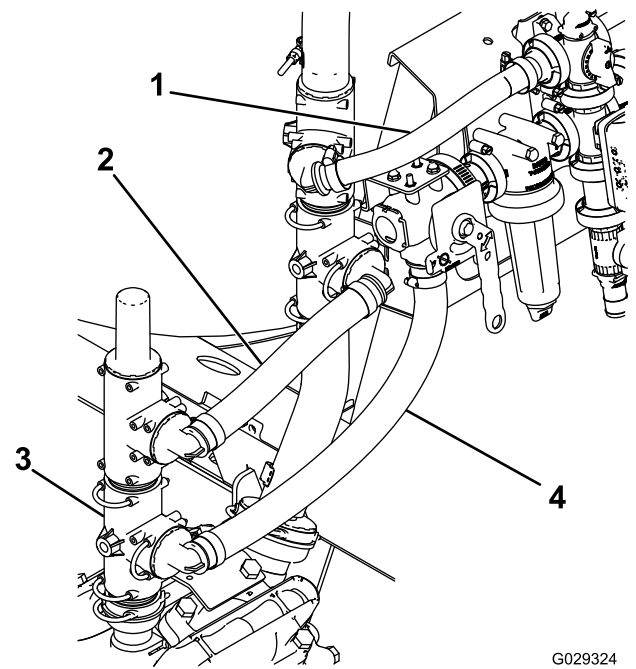

Figura 5
6. Gire el acoplamiento en T de la manguera situado cerca de la válvula de 45° del eyector e instale la manguera de retorno nueva (Figura 5).
7. Retire el acoplamiento en T horizontal del lado del acoplamiento en T de la bomba, y conéctelo a la parte superior del acoplamiento en T de la bomba (Figura 5).
8. Conecte la manguera de suministro al lado del acoplamiento en T de la bomba y a la parte inferior de la válvula del eyector (Figura 5).
9. Conecte un extremo de la manguera de alivio al acoplamiento en T superior de la bomba, y el otro al acoplamiento en T inferior cerca del eyector (Figura 5).